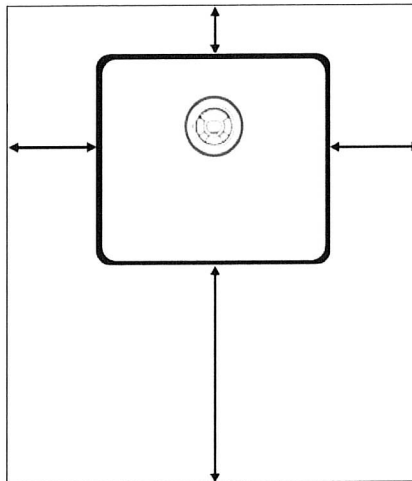

Bild 02: Symbolbild för minimiavstånd till brännbara material
- då följande minimiavstånd till brännbart material hålls (se Bild 02:)